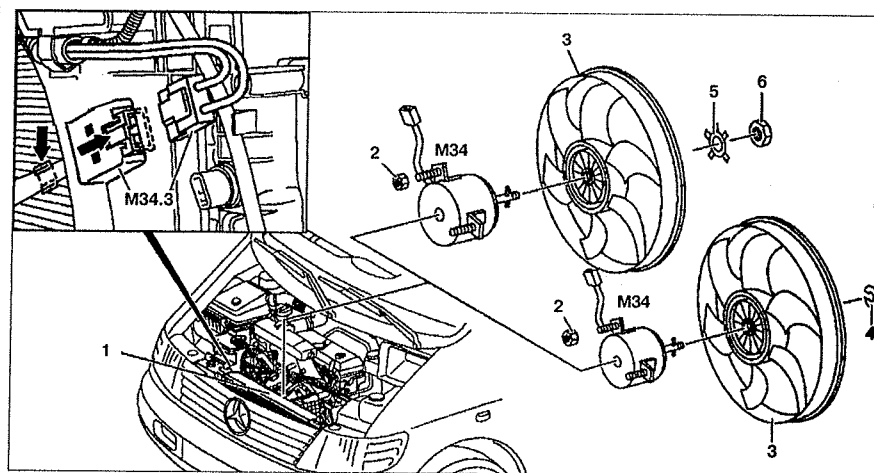

Рис. 4.31. Вентилятор:
3. Извлеките радиатор 1 вверх (см.рис.4.31).